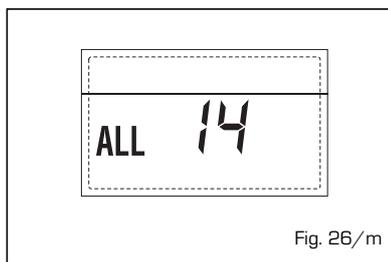

Fig. 26/m
- **ANOMALIA DEL VENTILATORE "ALL 15"** (fig. 26/n)